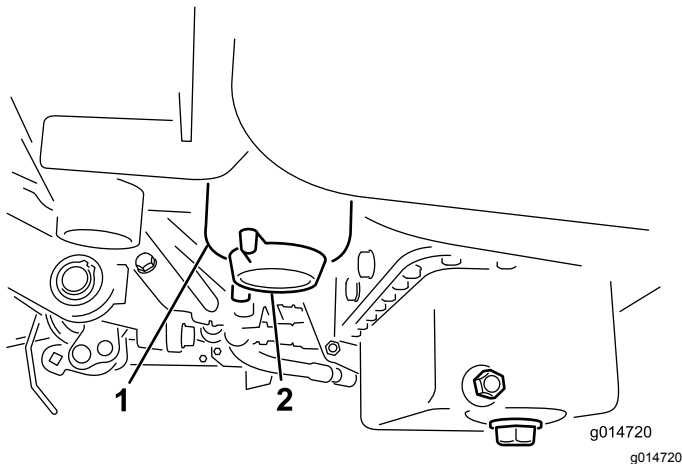

Bild 33
2. Reinigen Sie den Anbaubereich der Filterglocke (**Bild 33**).
4. Öffnen Sie die Filterablassschraube (**Bild 33**).